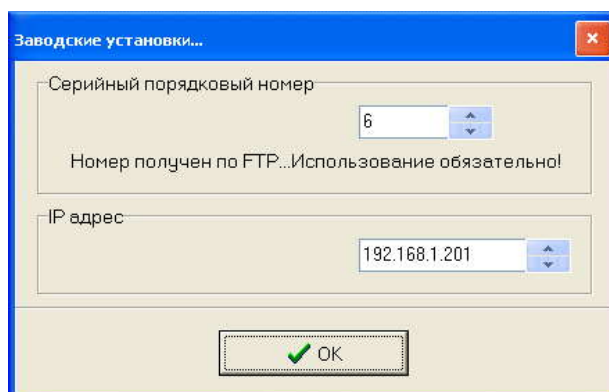

Рисунок 66 – Окно "Заводские установки"
- 1.4. Сконфигурировать БПДД-Е. Для этого нажать кнопку **Настройка** или щелкнуть правой кнопкой мыши по строке с БПДД-Е и из всплывающего меню выбрать пункт **Настройка**. Появится окно представленное на рисунке 64, в котором будут отображаться настройки БПДД-Е. Если MAC адрес БПДД-Е заводской (00-04-А3-00-00-00), то перед открытием окна настроек будет показано окно запроса серийного номера с сервера, представленное на рисунке 65 *. Если щелкнуть **Да**, то появится окно **Заводские установки** (рисунок 66). В этом окне отображается полученный серийный номер и IP адрес блока. В случае необходимости эти данные можно изменить. Выбирать **Да** в окне запроса на получения серийного номера следует только в том случае, если персональный компьютер подключен к локальной сети ООО “МНПП Сатурн”.